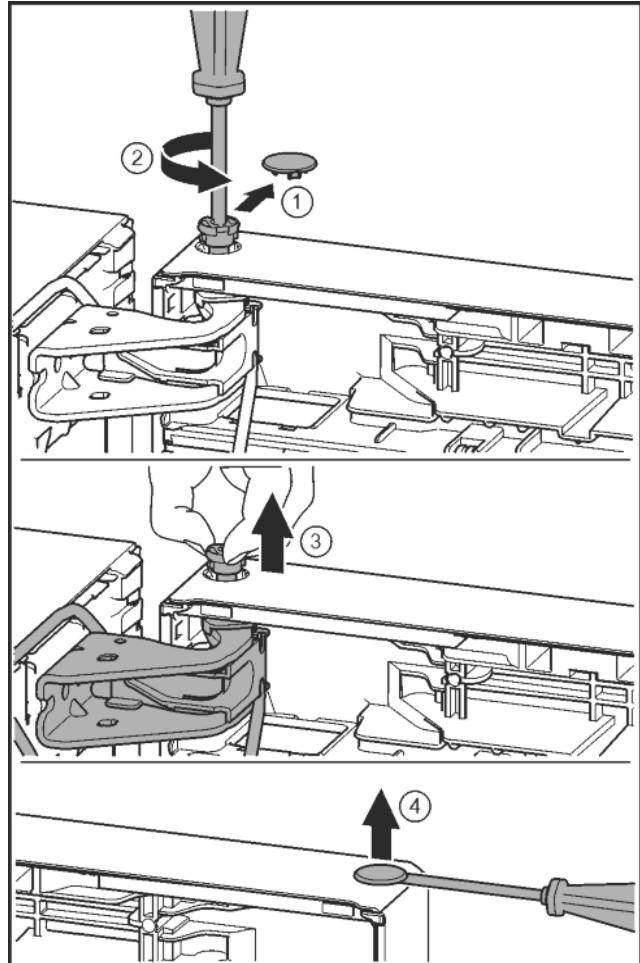

Fig. 26
- Свалете внимателно предпазния капак. Fig. 26 (1)
- С отвертка T15 отвийте малко болта. Fig. 26 (2)
- Дръжте здраво вратата и с пръсти извадете болта. Fig. 26 (3)
- С плоска отвертка внимателно повдигнете тапата от лагерната втулка на вратата и я извадете. Fig. 26 (4)